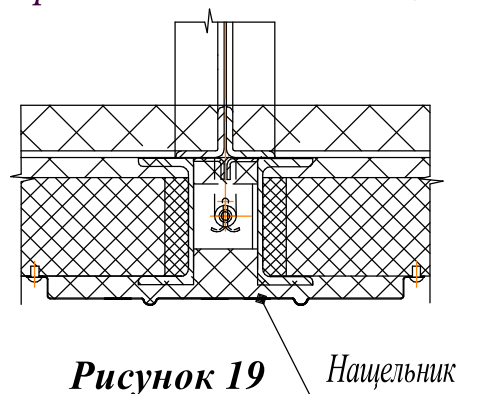

Рисунок 19
3.7.1 Верхний стык утеплить базальтовой минплитой (плотность 25-45 кг/м³) и закрыть стык нащельником, закрепив его комбинированными заклепками, смотри рисунок 19.